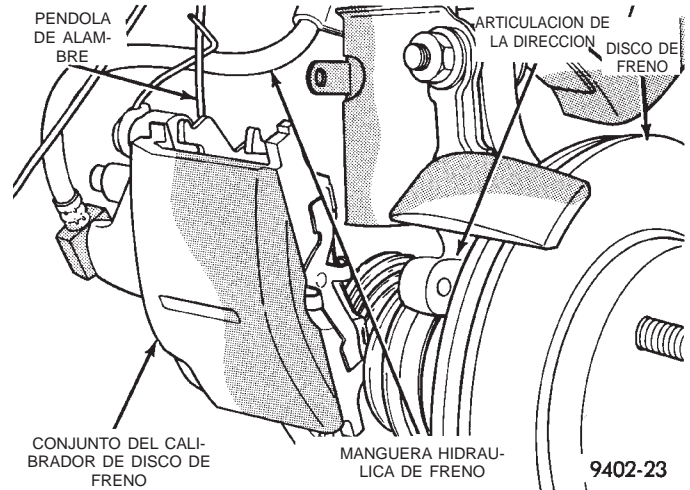

Fig. 62 Almacenamiento del calibrador
(5) Sostenga con firmeza el calibrador para evitar que su peso dañe la manguera flexible de freno (Fig. 62).